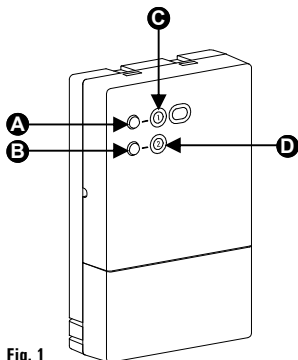

Fig. 1
LED (C et D en Fig. 1)
TOUCHES D'AUTO-ACQUISITION (A et B en Fig. 1)
Le récepteur est équipé de deux touches pour la reconnaissance du signal du thermostat simple ou programmable ; une pour le canal 1 désignée par A dans la Fig. 1 et une pour le canal 2 désignée par B dans la Fig. 1.
- Appuyer et maintenir la pression sur la touche relative au canal à modifier (A ou B Fig. 1).